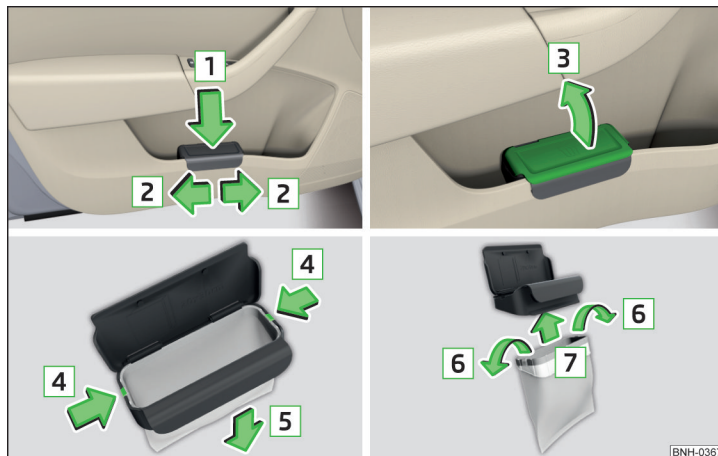

Abb. 73 Abfallbehälter: einsetzen und verschieben / öffnen / Beutel ersetzen
- › Den Abfallbehälter im hinteren Bereich in Pfeilrichtung **1** » Abb. 73 eindrücken.
- › Den Abfallbehälter entgegen der Pfeilrichtung **1** » Abb. 73 herausnehmen.
- › Den Deckel in Pfeilrichtung **3** » Abb. 73 anheben.
- › Die beiden Rastnasen am Rahmen in Pfeilrichtung **4** » Abb. 73 abdrücken.